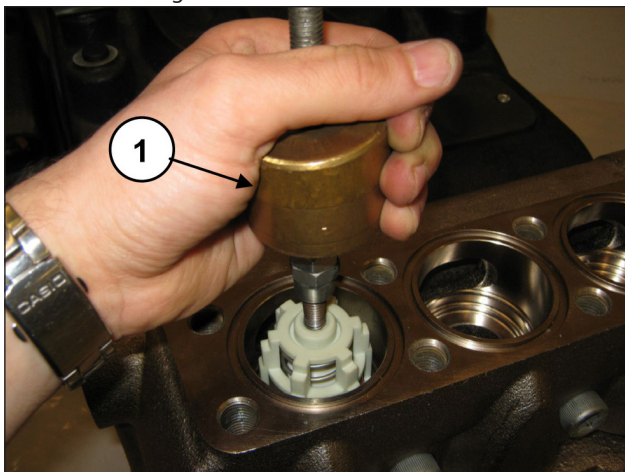

Fig. 141
Extraia o grupo da válvula de descarga por meio de um martelo extrator (cód. 27516400) a ser aplicado no orifício M10 da guia da válvula (pos. ①, Fig. 141) ou, além disso, um possível adaptador M10-M16 (código 25089700) a ser aplicado na rosca M16 da guia da válvula.